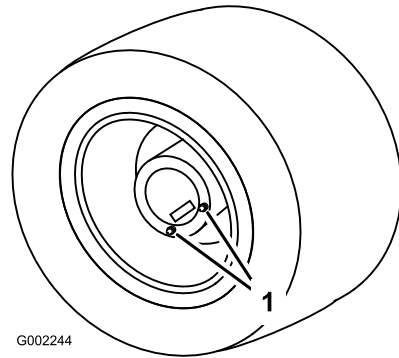

图48
1. 将打药车停放在水平地面上、如图48 将后轮置于所示排油位置。
3. 在排油塞下面放置一个盘子、然后从车轮上拆下排油塞（图48）。